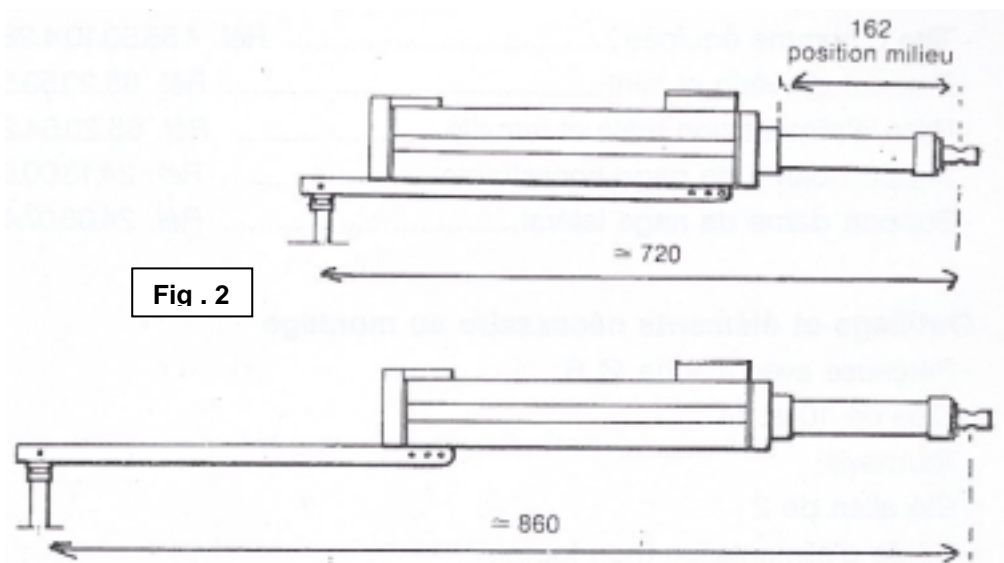

Fig. 2
- Rallonge de fixation du pilote (fig. 2) Réf. 65.20.51.1
Distance X est supérieure à 665 oui Rallonge optionnelle réf. 65.20.51.6 (fig.2)